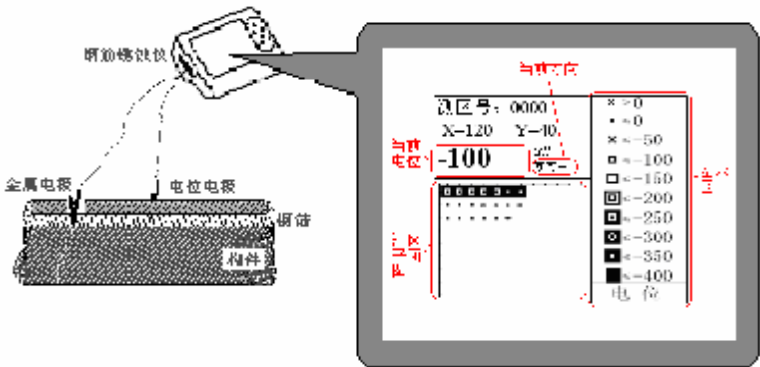
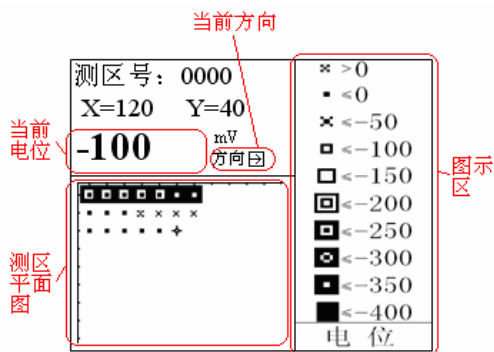
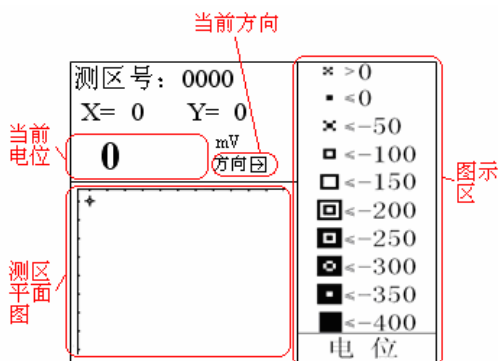

图 2.3 钢筋锈蚀仪测量方式示意图
图 3.4 测试界面
图 3.5 测试界面
3、凿开一处混凝土露出钢筋，并除去钢筋锈蚀层，把连接黑色信号线的金属电极夹到钢筋上，黑色信号线的另一端接锈蚀仪“黑色”插座，红色信号线一端连电位电极，另一端接锈蚀仪“红色”插座(如图 2.3 所示)。
其中右侧图示区相关信息随测试类型设置改变而改变，设置完成按[确定]键如原测区参数无改变则调出原测区测点信息转入测试界面(如图 3.4 所示)，并实现在原测区中续测的功能；如果原测区参数经过改变则将新建测区转入测试界面(如图 3.5 所示)。
设置完“测区号”，“测点间距”，“测试类型”，“环境温度”参数后，按图 2.3 检查电位电极连接是否正确，按**确定**键进入测试界面如图 3.4/图 3.5，横向为 X 方向，纵向为 Y 方向，图中光标“+”为当前测点位置。当把电位电极放在测区测点上，测量电位值以大粗题字显示，电位值稳定后按**确定**键，即完成该点测试；在测量过程中，按**←**、**→**、**↑**、**↓**键改变测试方向，**→**为 X 增大方向，**←**为 X 减小方向，**↓**为 Y 方向增大方向，**↑**为 Y 方向减小方向，测区所有测点测量完成后，数据已自动储存；如继续测量下一测区，按**返回**键进入图 3.3，重新输入新的测区参数；否则关机。